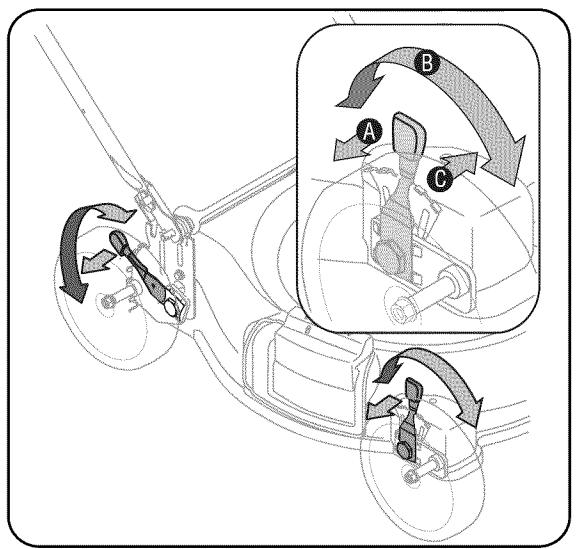

Figura 3-4
- Muévala a cualquier otra de las nueve posiciones para la altura de corte deseada. Vea la Figura 3-4.